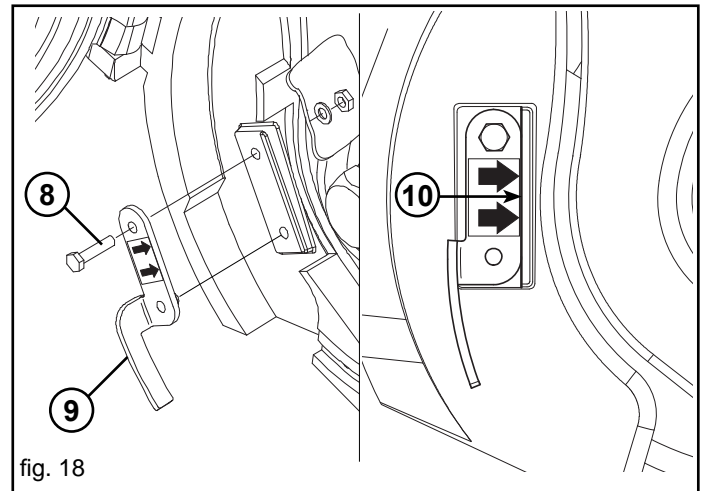

fig. 18
Svitare la vite (8, Fig. 18) e togliere l'espulsore (9).
Posizionare l'espulsore seme (9, Fig. 18) come indicato. Tenendolo premuto contro il bordo ricavato nell'apposita sede (10, Fig. 18), bloccarlo con la vite (8) in dotazione. La vite va montata nel solo verso indicato in figura. Non interporre alcun tipo di spessore tra l'espulsore e la propria sede. Verificare che l'espulsore seme sia aderente al disco di semina e che non interferisca con esso. Sostituire l'espulsore seme quando vi siano evidenti segni di usura e quando il disco risulti danneggiato o deformato.